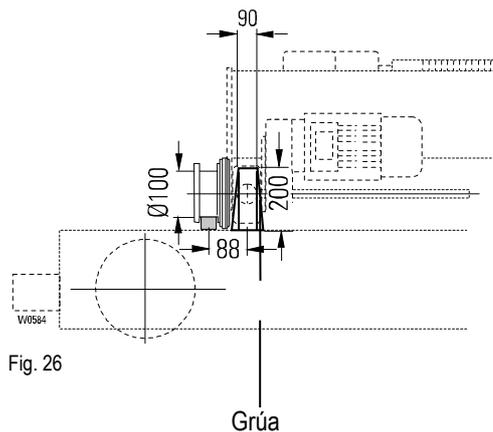
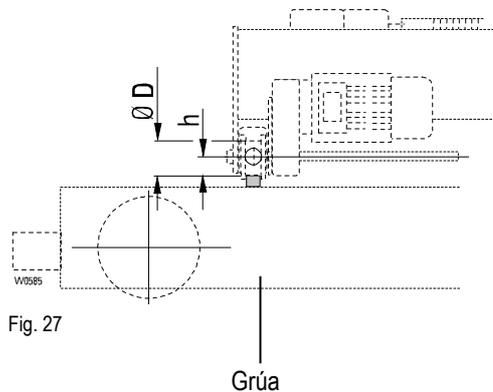

Fig. 26
Fig. 27
- Montar los topes adecuados. Medidas véase Fig. 26, Fig. 27 y Tab. 16 y Tab. 17.